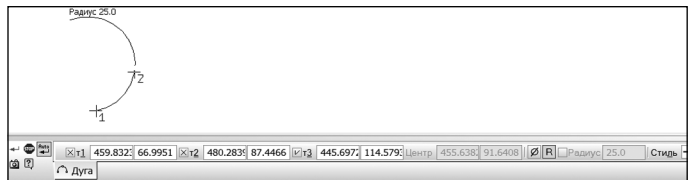

Рис. 10.32. Команда «Дуга по 3 точкам»
- Кнопка **Дуга по 3 точкам**  предназначена для построения дуги, проходящей через 3 точки (рис. 10.32). Для этого сле-